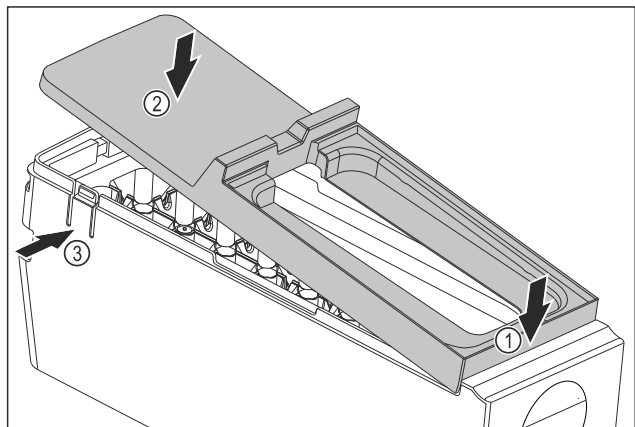

Fig. 82
- ▶ Montáž krytu korpusu EasyTwist-Ice: Kryt nasadíte vpredu. Fig. 82 (1)
- ▶ Kryt spustíte dozadu. Fig. 82 (2)
- ▷ Kryt počutelné zapadne od oboch strán Fig. 82 (3).